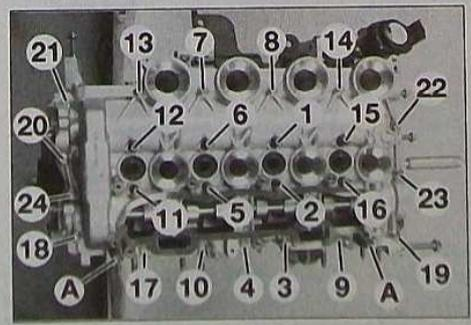

FIG.44
- piges (outil réf (-). 0194-N) (A) (Fig.44) introduites dans les trous prévus à cet effet.
- Approcher puis serrer progressivement les vis de fixation dans l'ordre indiqué (Fig.44).
- Déposer les deux piges (A).